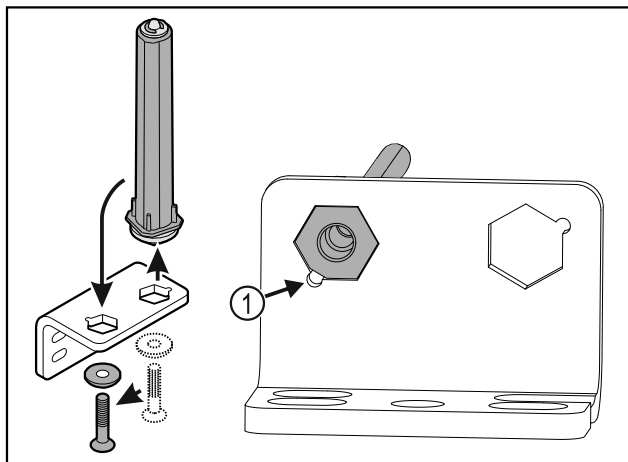

Fig. 26
- ▶ При поставянето внимавайте за това, скосяването на болта Fig. 26 (1) да сочи към кръглия отвор.